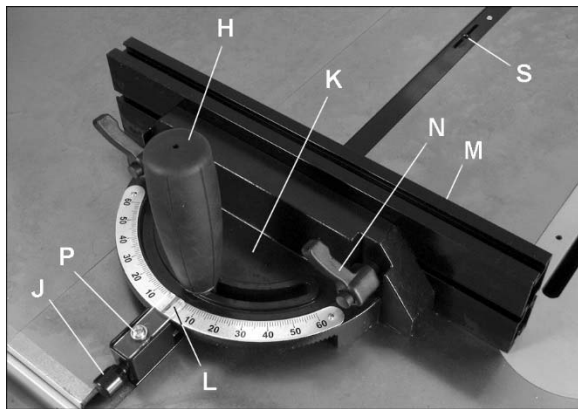

Figure 8-2
Référez-vous aux figures 8-2 et 8-3.
2. Desserrez la poignée de verrouillage (H, Figure 8-2) en tournant dans le sens antihoraire.
3. Tirez sur le bouton à ressort (J) et tournez le bouton jusqu'à ce que le corps (K) de la jauge à onglets soit à l'angle voulu, comme indiqué sur l'échelle.
4. Serrer la poignée de verrouillage (H)
Le guide de la jauge à onglets (M, Figure 8-2) peut être ajusté en le glissant vers la droite ou la gauche, ou enlevé complètement.
poignée de verrouillage (H, Figure 8-2), puis en retirant le bouton à ressort (J) et le corps de tournage (K) jusqu'à ce que 0° soit indiqué sur l'échelle.
REMARQUE : La barre de la jauge à onglets comporte deux fentes avec des vis de calage (S, figure 8-2). Ajustez ces vis de calage pour éliminer le jeu entre la barre et la fente des onglets.